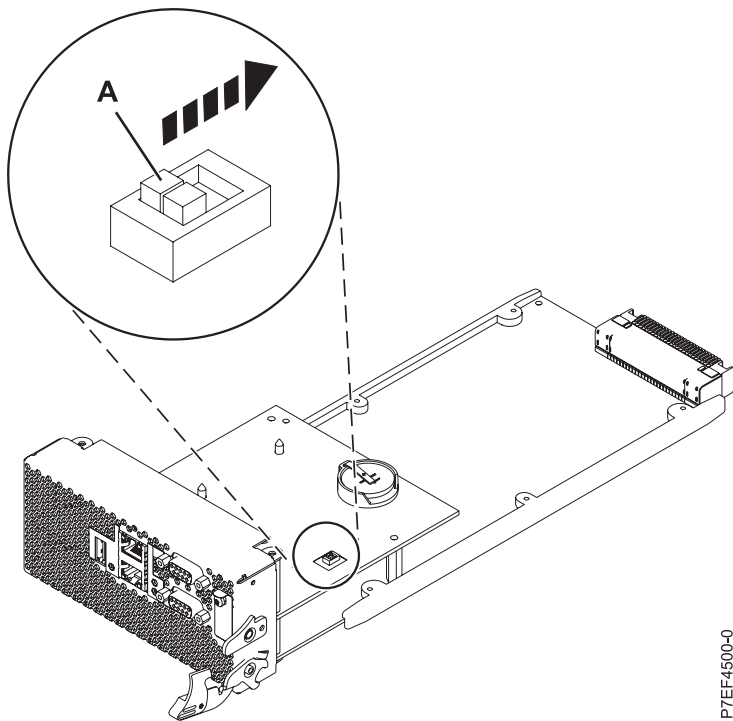

Abbildung 2. Einstellungen der Serviceprozessorkarte zurücksetzen
2. Versetzen Sie die beiden Kippschalter auf der Serviceprozessorkarte (**A**) aus ihrer aktuellen Position in die gegenüberliegende Position, wie in Abb. 2 dargestellt. Dadurch werden die Einstellungen der Serviceprozessorkarte auf die Standardwerte zurückgesetzt.